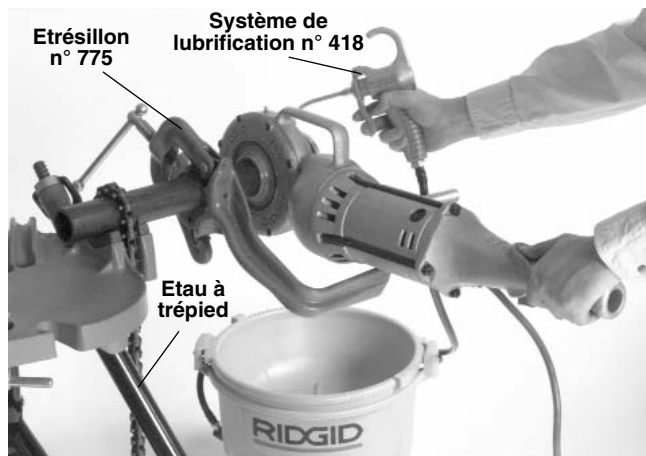

Figure 4 – Filetage d'un tuyau Ø 2 po avec le système d'entraînement positionné du côté gauche de l'étau
3. Assurez-vous que le système de lubrification est bien rempli d'huile de coupe RIDGID. Positionnez le système de lubrification devant l'étau (Figure 4).
4. Positionnez l'étrésillon n° 775 sur le tuyau de manière à ce que son tenon se trouve à fleur de l'extrémité du tuyau (Figures 4 et 5). Assurez-vous que les mâchoires s'engagent bien d'équerre sur le tuyau, puis serrez la poignée à fond afin d'empêcher le dérapage des mâchoires.
**▲ MISE EN GARDE** Afin d'éviter de graves blessures, assurez-vous que le système d'entraînement est correctement positionné sur l'étrésillon (Figures 4, 5 et 6). Pour les pas à droite, la tête de filière tournera à droite (vue de face). Le couple développé lors de l'opération de filetage sera en sens inverse, voire à gauche.